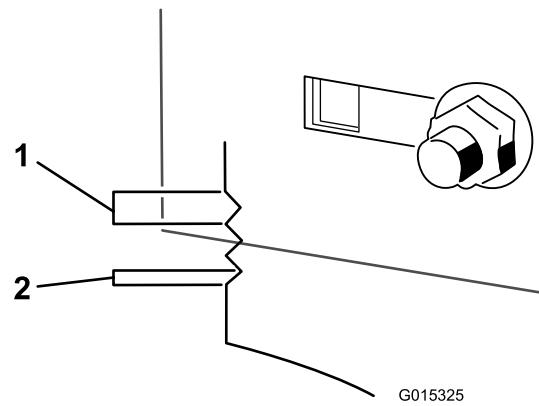

Figura 64
**Nota:** Cada muesca equivale a 6,35 mm, y un solo lado equivale a 3,2 mm, según se muestra en Figura 64.